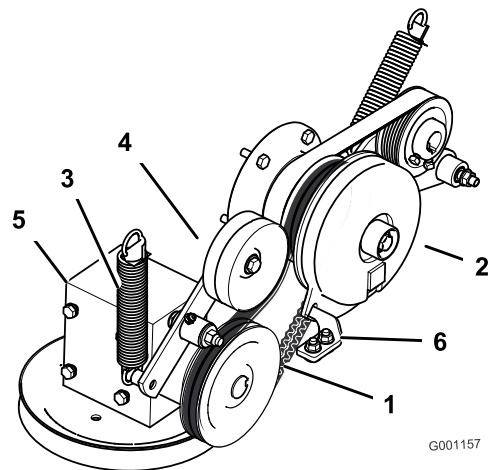

Figura 54
4. Retire el muelle del brazo de la polea tensora (Figura 54).
7. Instale la correa de transmisión de la PTO alrededor de la polea del embrague y la polea de la caja de engranajes (Figura 54).
9. Instale el muelle en el brazo tensor (Figura 54).